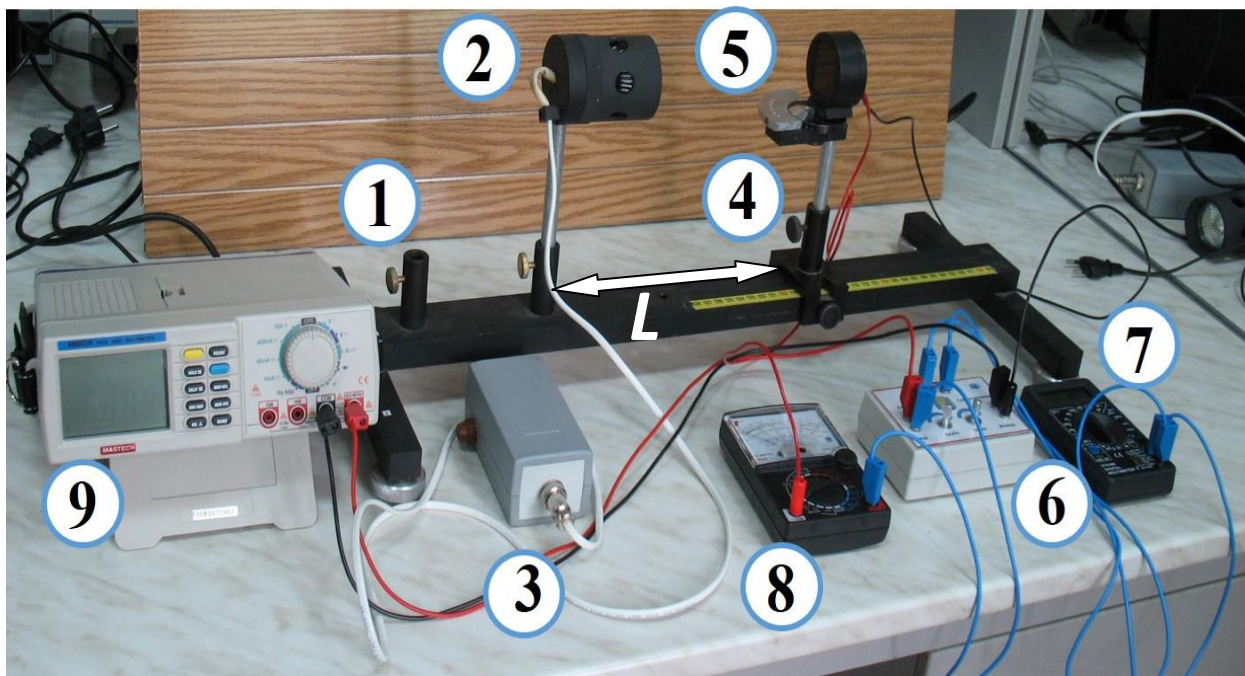

Рис. 7.13. Экспериментальная установка для измерения световых характеристик. Приборы и оборудование, используемые в лабораторной работе:
Экспериментальная установка показана на рисунке 7.13. На оптической скамье (1) установлена лампа накаливания (2), подключенная к блоку питания (3). В подвижную подставку - рейтер (4) можно установить либо фотодатчик люксметра MS 6610, либо фотодиод в оправе (на рис. 7.13 не показаны), либо солнечную батарею (5) на поворотном столике. Для регулировки силы тока через фотодиод и регулировки нагрузки солнечной батареи используют блок резисторов (6), подключенный к мультиметру DT – 830В (7) для измерения сопротивления блока. Силу тока в цепи фотоприемников измеряют либо вторым мультиметром DT – 830В в режиме измерения «DCA», либо стрелочным амперметром (8), напряжение – мультиметром M9803 R (9). Для питания схемы с фотодиодом используют блок питания HY 3002 (на рис. не показан).